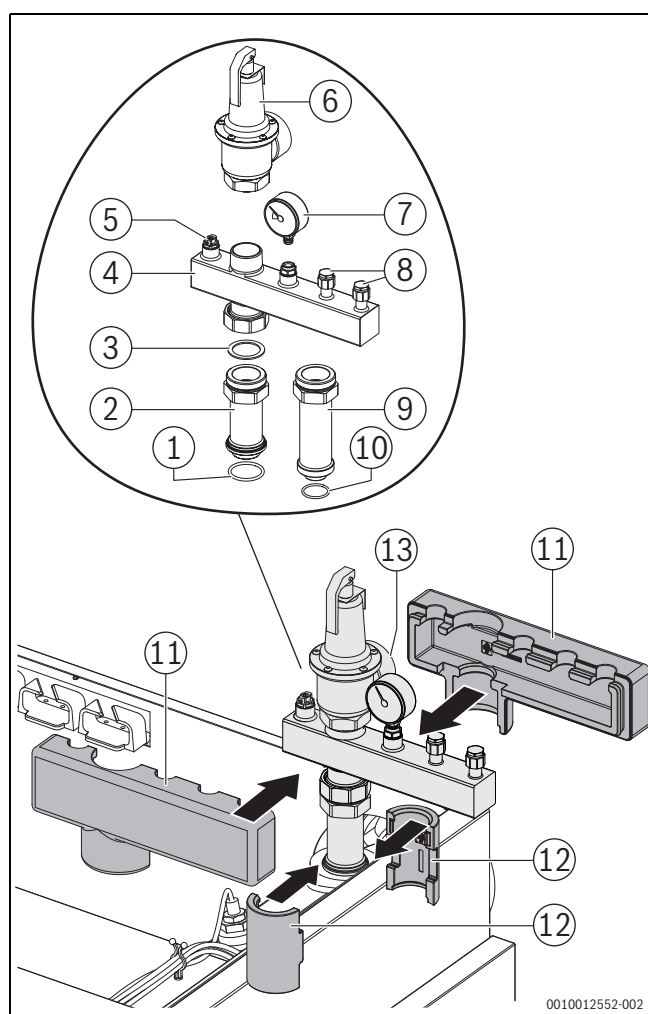

Fig. 19 Kit de sécurité 4-6 bars (illustration : version chaudière droite)
(→ Fig. 19 et 20)
- ▶ Étanchéifier la soupape de sécurité (→ fig. 19, [6]) au niveau du raccord fileté sur le groupe de sécurité de chaudière [4] à l'aide de produit d'étanchéité approprié (tenir compte de la position de montage ultérieure pour le dispositif d'écoulement [13]).
Légende des figures 19 et 20: